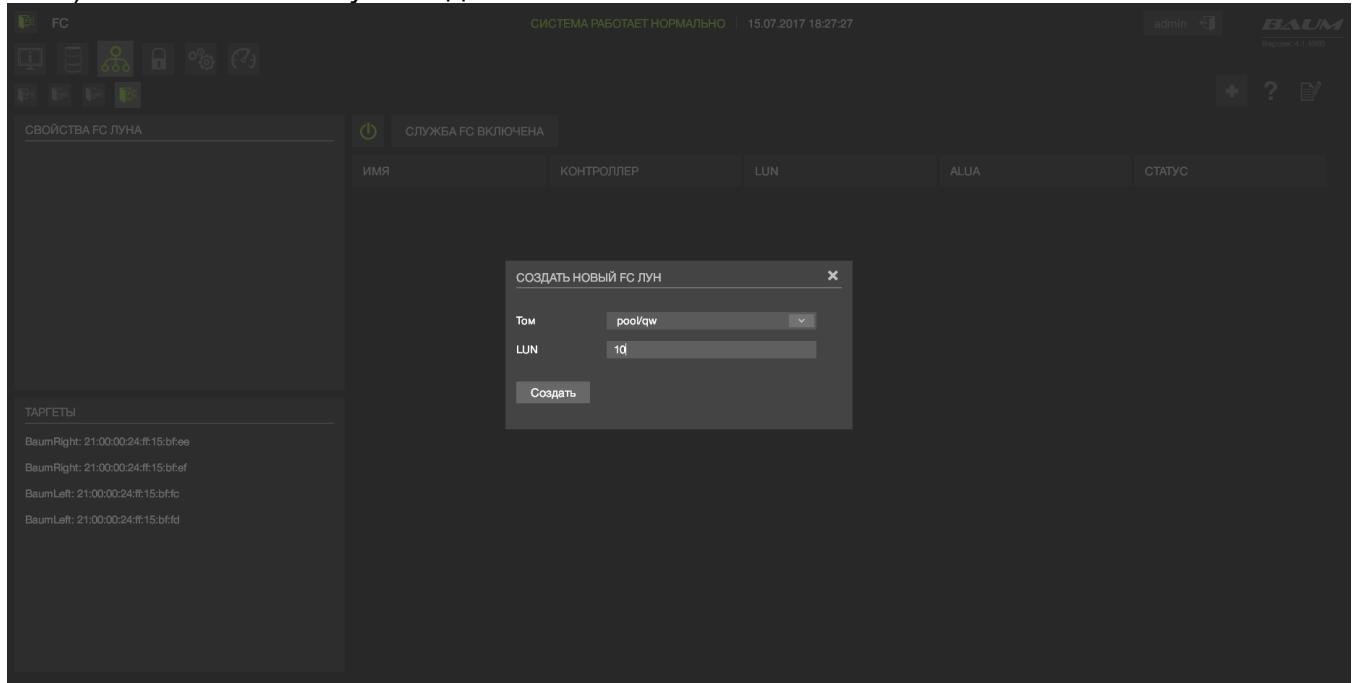

Рисунок 31 - Создание луна Fibre Channel
- 2) Нажать на кнопку «Создать новый том» (см. Рисунок 31).